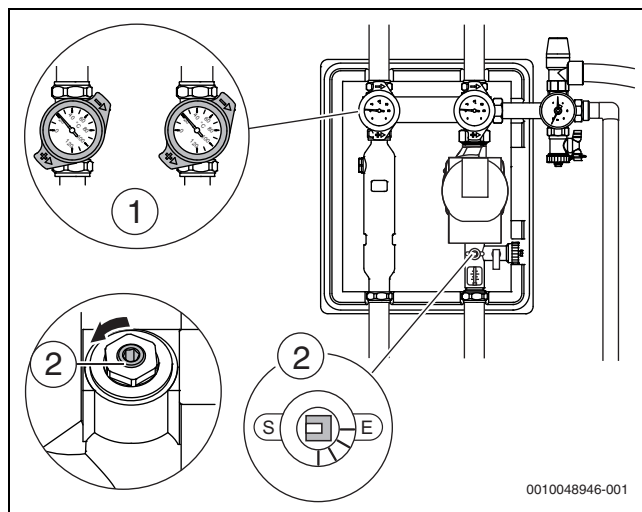

Fig. 42 Dispozitive de închidere deschise
- Reglați robinetele cu bilă (→ Fig. 42, [1]) de la nivelul termometrelor la 45° și deschideți limitatorul de debit (→ Fig. 42, [2]), precum și celelalte dispozitive de închidere.